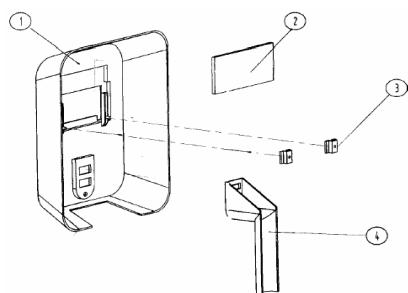

Abbildung 2-7
1.3.7 Montage des Schweißerschutzschildes (vergleiche Abbildung 2-7)